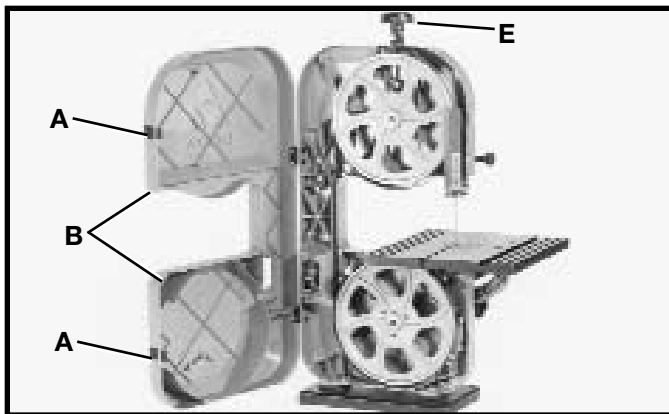

Fig. 34
1. Enfoncer les verrous de porte (A) fig. 34 et ouvrir la porte (B) tel qu'illustré.
3. Relâcher la tension sur la lame de scie à lame ruban en tournant le bouton de tension (E) fig. 34, en sens antihoraire.
9. Fermer la porte (B) fig. 34, avant d'utiliser la scie.